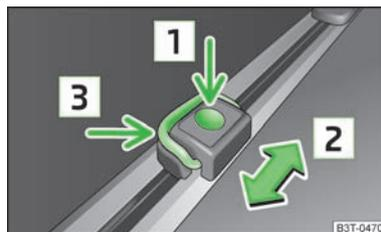

Fig. 78 Occhielli mobili
- Premere il tasto **1** » fig. 78 e spingere l'occhio mobile nella posizione desiderata, secondo il verso della freccia **2**.
- Sollevare l'asticella **3** » fig. 78 verso l'alto e applicare ad esempio la rete portagioielli.